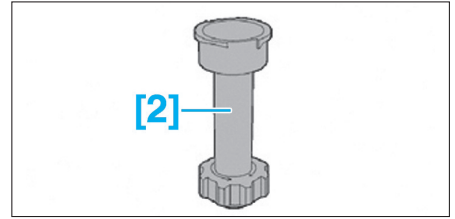

FIG. 36
- [2]. Adaptateur pour cylindre de charge (réf : 4222-T) (Fig.36).